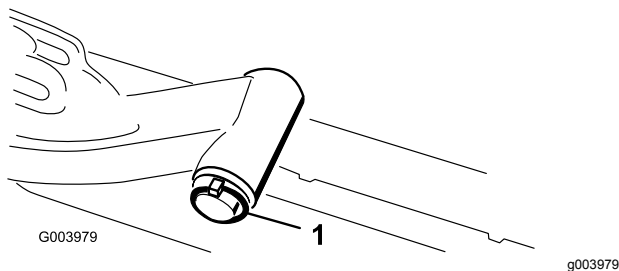

Bild 11
- A. Nehmen Sie den Klappstecker und die Scheibe ab, mit denen die Gelenkwelle des Hubarms am Hubarm befestigt ist. Schieben Sie die Gelenkwelle des Hubarms aus dem Hubarm (**Bild 11**).
- C. Setzen Sie die Hubarmwelle in den Hubarm ein und befestigen Sie sie mit der Scheibe und dem Klapstecker (**Bild 11**).